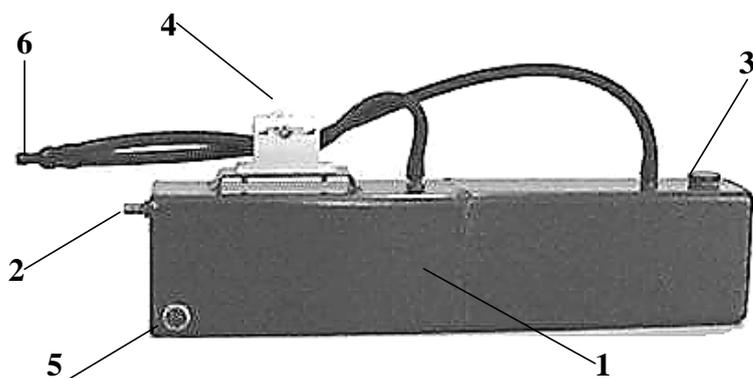

Рис.3. Внешний вид охладителя - обогатителя.
Это устройство позволяет дозированно с помощью колеса-регулятора **4 (рис.3)** вводить в газовую смесь пары летучих углеводородов (бензол, бензин, ацетон, спирт и т.п.). Полученная газовая смесь по шлангам поступает в горелку **5 (рис.2)**, оснащенную встроенным «сухим» пламегасителем. Количество произведённой газовой смеси, а значит сила пламени, регулируется **регулятором тока**. Если производительность установки не соответствует диаметру сопла горелки или засорены газовые магистрали, то внутри электролизёра увеличивается давление. При превышении давления над 0,4 атм. срабатывает датчик давления, который выключает ток через электролизер, подает непрерывный звуковой сигнал, при этом загорается крайний правый светодиод.
4.2 Внешний вид охладителя-обогапителя приведен на рис. 3.
- 7.3. Заправить охладитель-обогащитель (если это необходимо для работы) углеводородом (например, бензолом, бензином, спиртом, ацетоном). Для этого вывинчивают пробку 3 (рис.3) и в образовавшееся отверстие заливают до 150 мл бензина
углеводорода происходит при перемещении колеса регулятора **4** (рис.3) из одного крайнего положения в другое. При этом характер и цвет пламени меняется от окислительного (сплошное жёлтое пламя), до восстановительного (голубое пламя). Для сварки стали необходимо добиться, чтобы длина голубого язычка пламени (ядра) достигала длины 4-5 мм. Для сварки рекомендуется устанавливать сопло большего диаметра, для резки - меньшего диаметра.
7.9. *Гасить горелку* нужно резко сдуть пламя, как при гашении свечи. После этого выключить электролизёр. Для того чтобы легче было сдуть пламя, нужно **увеличить расход газа** ручкой **1** (рис.2) и/или перевести колесо регулятора **4** (рис.3) в **режим наибольшего обогащения** газа парами углеводорода. Если и в этом случае загасить горелку не удастся, надо пережать на излом шланг между штуцером **3** и охладителем-обоганителем **7** (рис.2). Будет слышен негромкий щелчок. После этого выключить электролизер.
Кроме того, необходимо периодически через сливное отверстие **5** (рис.3) сливать накопившийся в охладителе-обогапителе конденсат.
Если регулирование состава пламени в соответствии с **п.7.7** ухудшилось или не происходит совсем (что может произойти, например, при опрокидывании *охладителя-обогапителя* или при переполнении его отстоем и тяжелыми фракциями углеводорода), необходимо его **промыть**. Для этого: отсоединяют шланги от всех трёх штуцеров охладителя-обогапителя, вывинчивают пробку **3** (рис.3) и помещают охладитель-обогапитель под струю воды. После заполнения воду выливают. Затем промывку повторяют 2-3 раза.